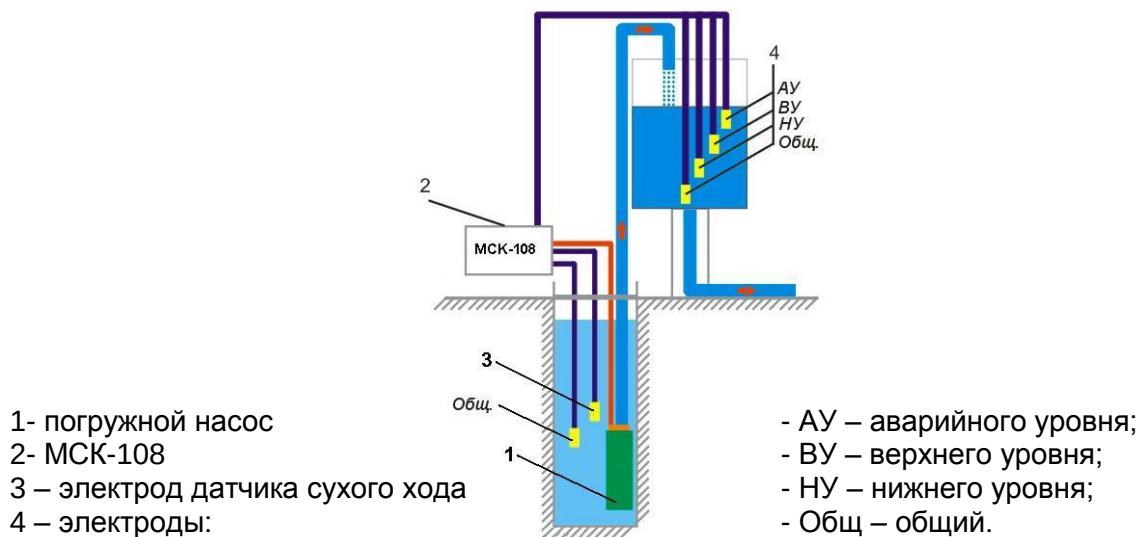

Рисунок 2.4 – Применение МСК-108 в режиме наполнения с кондуктометрическими датчиками (датчиками уровня)
- наполнения с датчиками уровня (рис. 2.4);